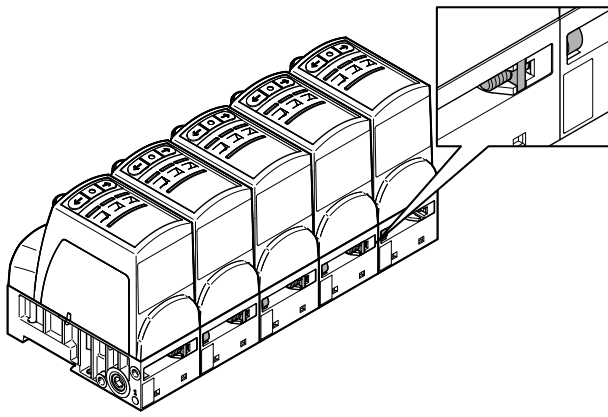

Fig. 4 Резьбовое соединение задней стороны регуляторов
- Соедините регуляторы на задней стороне с помощью винтов с цилиндрической головкой и четырехгранных гаек. Момент затяжки: $1,2 \pm 0,2$ Н·м → Fig.4